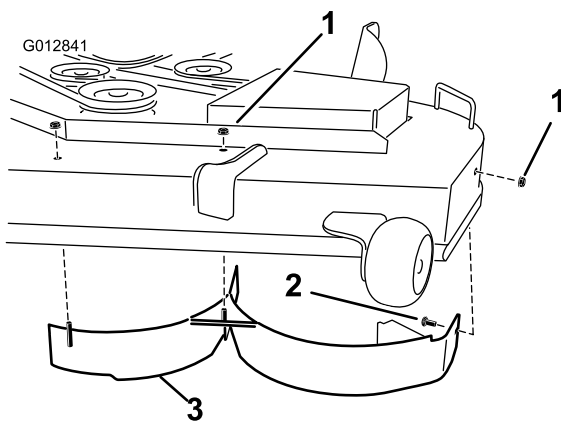

Figura 32
6. Rimuovete i due dadi di bloccaggio (5/16 pollice) fissati sui perni saldati del deflettore sinistro in posizione centrale e a sinistra del centro sulla parte superiore del piatto di taglio (Figura 32). Rimuovete il bullone a testa tonda e il dado di bloccaggio che fissano il deflettore sinistro al lato del piatto di taglio.
7. Staccate il deflettore sinistro dal piatto di taglio come illustrato nella Figura 32.